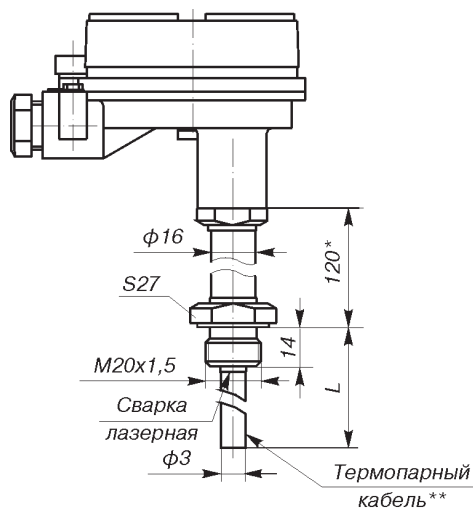

Рис.19 (ост.см.рис.1)
- 19** по рис.19 (только Метран-281-Exia)